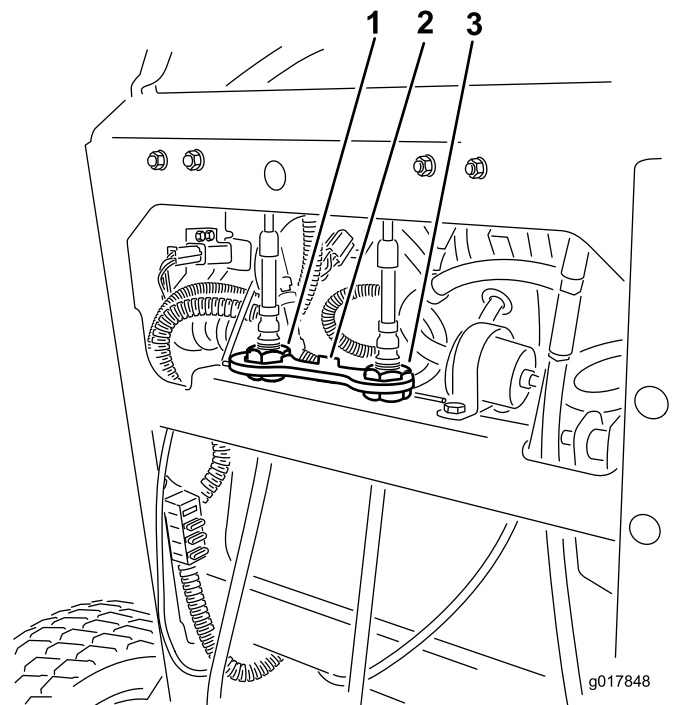

Figura 53
4. Gire la rueda de ajuste del cable derecho hasta que la palanca de control de movimiento de la derecha quede posicionado en el centro de la ranura de bloqueo/punto muerto del panel de control (Figura 53).